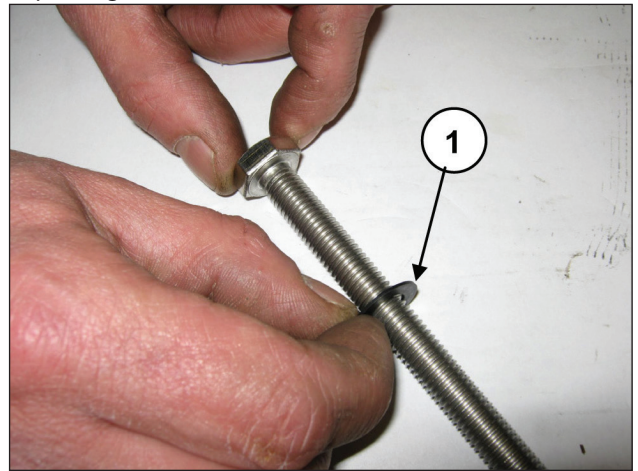

Fig. 181
Enfiler la rondelle Ø10x18x0,9 sur la vis de fixation du piston (rep. ①, Fig. 181).